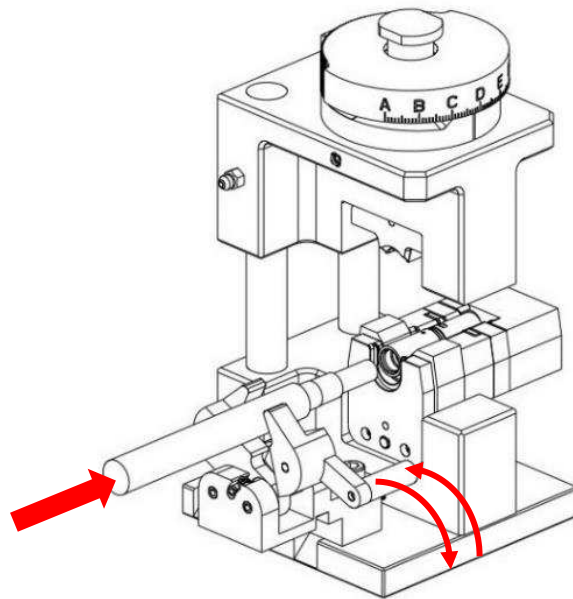

图 3b
2. 向下按压控制杆，以打开电线钳。将适当剥皮的线缆插入端子压接部（请参阅图 3b）。确保没有暴露的芯线。松开控制杆，将线缆夹住。